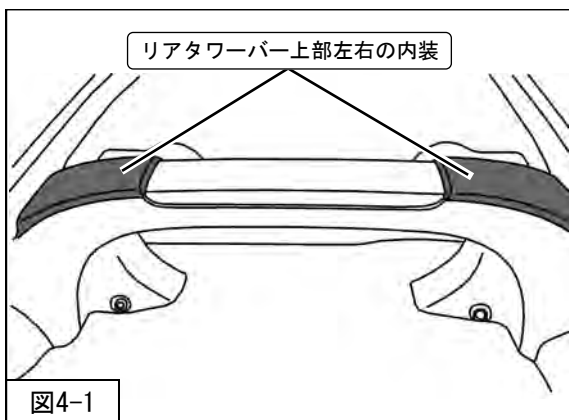

図4-1
1. リアタワーバー上部左右の内装を取外してください。(図4-1)